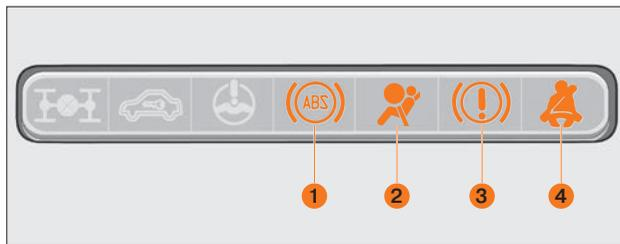

Рис. 43. Блок контрольных ламп
БЛОК КОНТРОЛЬНЫХ ЛАМП (рис. 43)
**Контрольная лампа антиблокировочной системы тормозов (АБС) 1 (рис. 43).**
**Контрольная лампа системы пассивной безопасности 2 (рис. 43).** После включения зажигания лампа должна загореться жёлтым светом на шесть секунд и погаснуть. При выключении зажигания и включении его до истечения 15 секунд сигнализатор не включается.
**Контрольная лампа электронного распределения тормозных сил 3 (рис. 43).**
Контрольная лампа непристёгнутого ремня 4 (рис. 43).